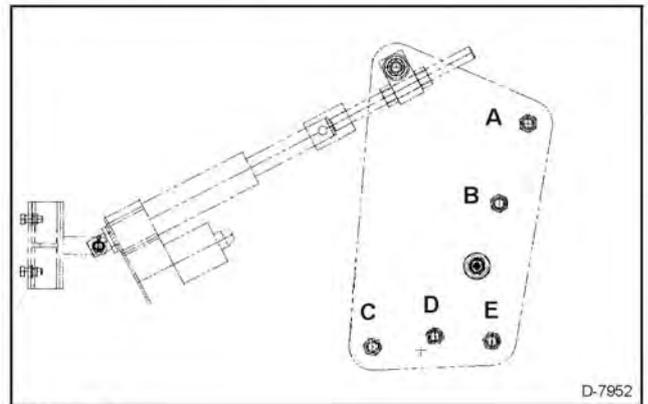

FIG. 203
FIG. 203: un brazo guía de la correa de transmisión (1) tiene 5 posiciones para las poleas. El rango de velocidad seleccionado determina la posición de la polea.